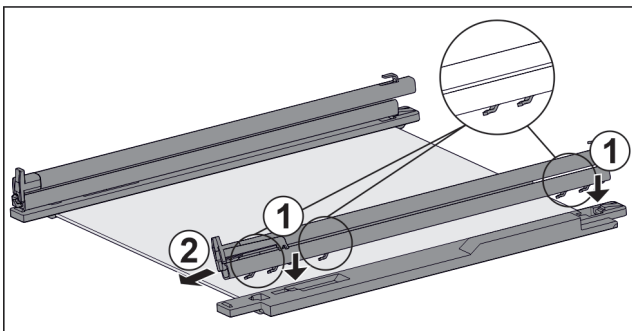

Fig. 114 Glasplaat met rails en vasthouddelen
- ▶ Haken van de rail op de openingen van het **linker** vasthoudddeel plaatsen. Fig. 114 (1)
- ▶ Rail naar voren trekken. Fig. 114 (2)
- ▶ Haken van de rail op de openingen van het **rechter** vasthoudddeel plaatsen. Fig. 114 (1)